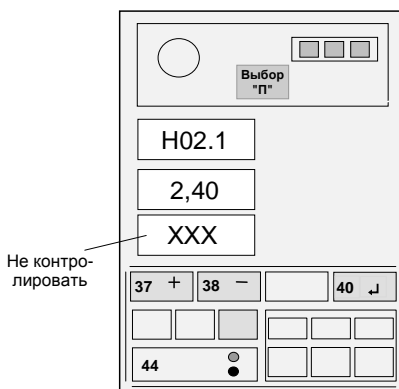

Рисунок 14
Нажимая кнопку 44, установить на верхнем ИЖЦ код "Н02.1" (рисунок 14). При этом на средний ИЖЦ выдается значение вылета.
Нажать на время 1 с кнопку "↵" (40) и, проконтролировав короткий звуковой сигнал, отпустить кнопку (см. рисунок 14).